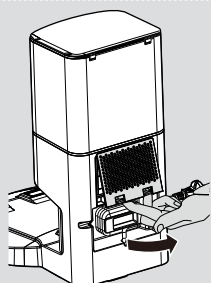

Fig. 10
1. Déclipsez le couvercle du filtre d'évacuation et retirez le filtre d'évacuation. [Fig. 10,11]